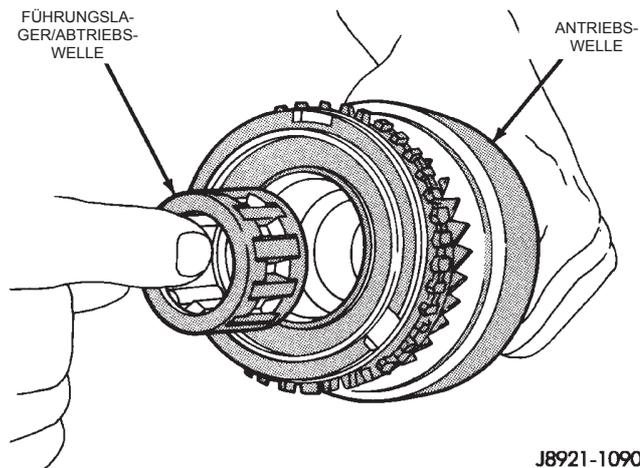

Abb. 107 Führungslager der Abtriebswelle ausbauen
(3) Das Führungslager der Abtriebswelle aus Antriebs- oder Abtriebswelle herausnehmen (Abb. 107).
(5) Das Führungslager der Abtriebswelle in die Lagerbohrung in der Antriebswelle einsetzen (Abb. 107).
(6) Den Synchronring für den vierten Gang auf der Antriebswelle montieren.
(7) Antriebswelle und Abtriebswelle zusammensetzen.